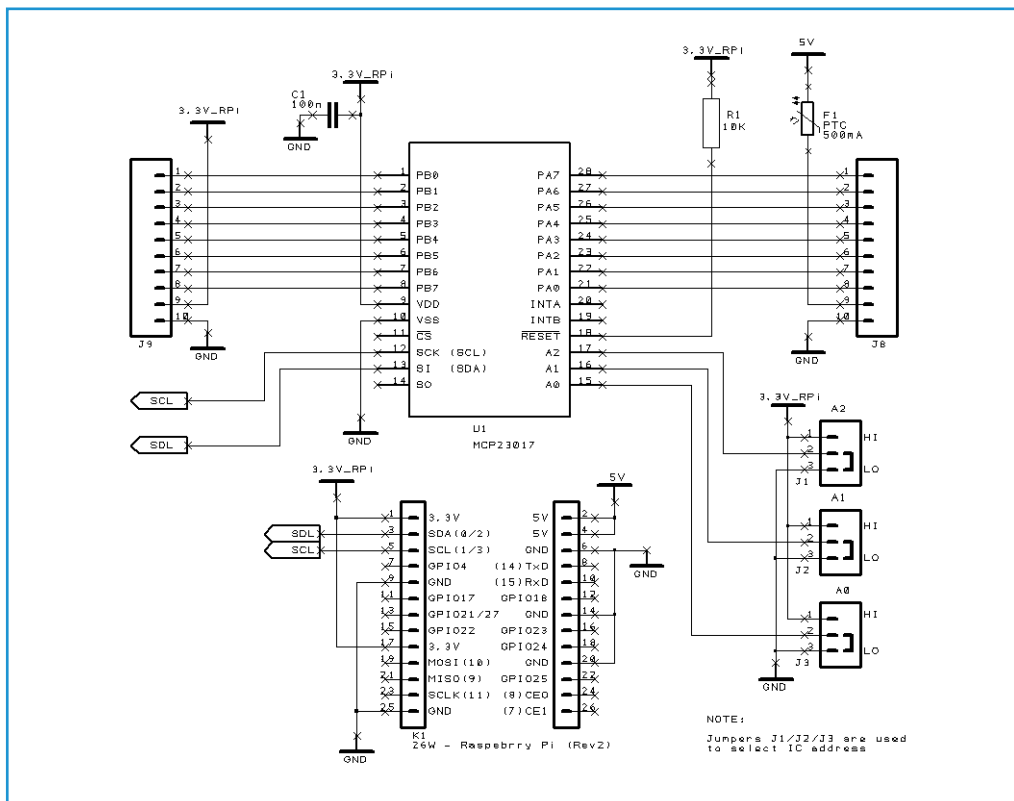

Bild 1. Schaltung des RPi-Port-Expanders mit MCP23017.
**Bild 1** zeigt eine vereinfachte MCP23017-Schaltung. Der Chip ist mit dem I2C-Interface des RPi verbunden. Anders als bei der SPI-Version ist hier kein Chip-Enable-Signal notwendig, was die Schaltung vereinfacht. Mit den Jumpers J1, J2 und J3 wird dem Port-Expander eine Adresse zur Verfügung gestellt. Auf diese Weise können mehrere Port-Expander pro RPi angeschlossen werden.